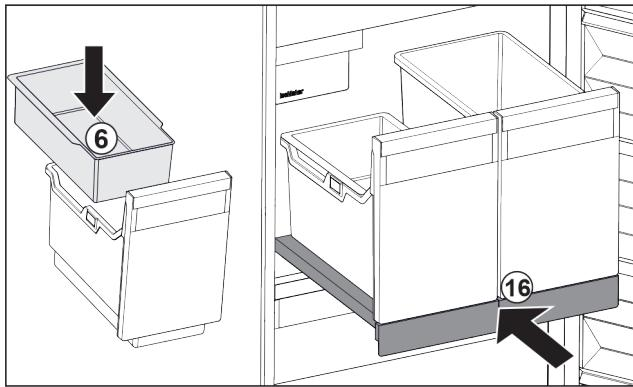

Fig. 130
- Vsadte závěsnou misku Fig. 130 (6) pro kostky ledu.
- Zasuňte vysouvací příhrádku s nádobou (IceTower). Fig. 130 (16)